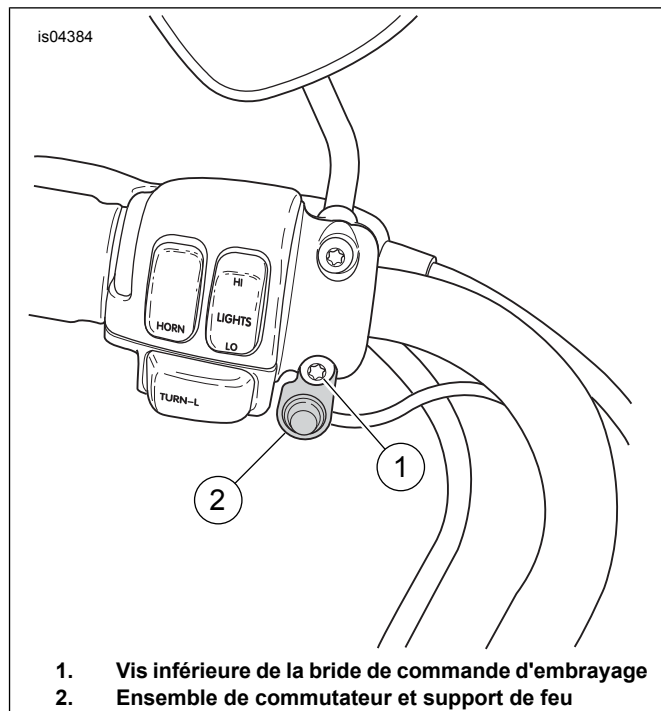

Figure 6. Pose du commutateur de feu sur la bride de commande d'embrayage
15. Voir Figure 6. Déposer la vis inférieure (1) et la rondelle de la bride de commande d'embrayage et installer l'ensemble de commutateur de feu et de support (2). Mettre en place la vis et la rondelle, et serrer à un couple de 7–9 N·m (60–80 in-lbs).